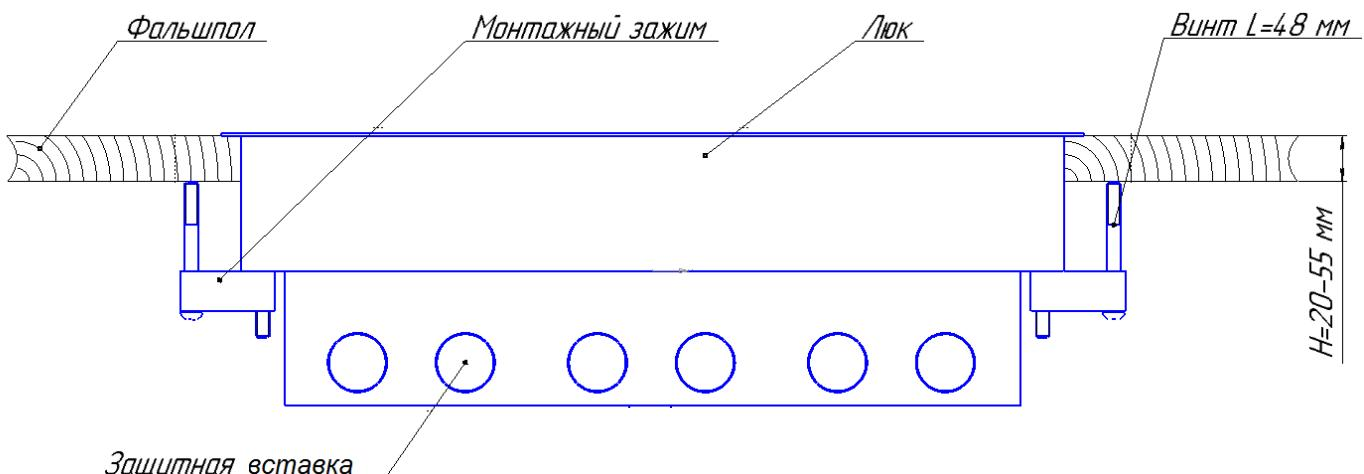

Рис. 3
- Через отверстия кабельных вводов ввести в коробку трубы с кабелем сечением до 2,5 мм2, предварительно проложенные в подпольном пространстве фальшполов (рис. 3).